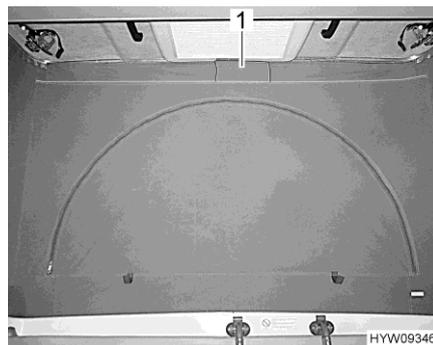

Bild 33 Lüftung (geschlossen)
- Klettverschluss der Stoffflasche (Bild 33,1) unter dem Aufstelldach lösen. Hinter der Stoffflasche ist als Schutz vor Insekten ein Netzgitter angebracht.